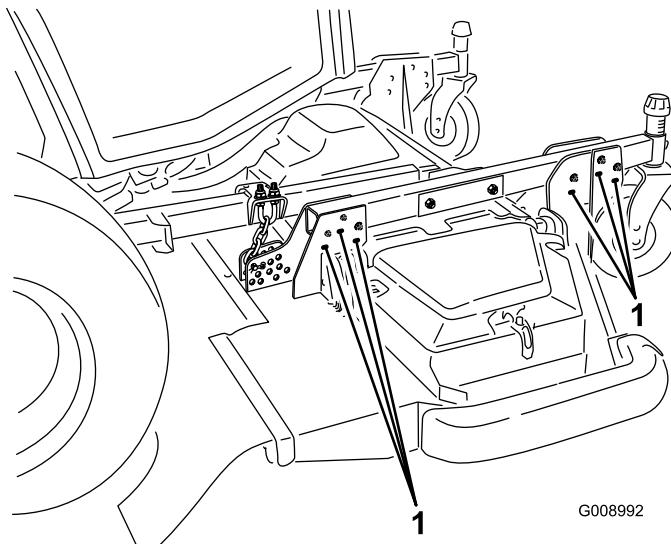

Figura 25
- Para obtener las alturas de corte de 102–153 mm (5"–6"), retire los pernos de montaje que sujetan los soportes de la carcasa a los brazos de las ruedas giratorias y monte los soportes en los brazos de las ruedas giratorias usando los taladros inferiores (Figura 25).